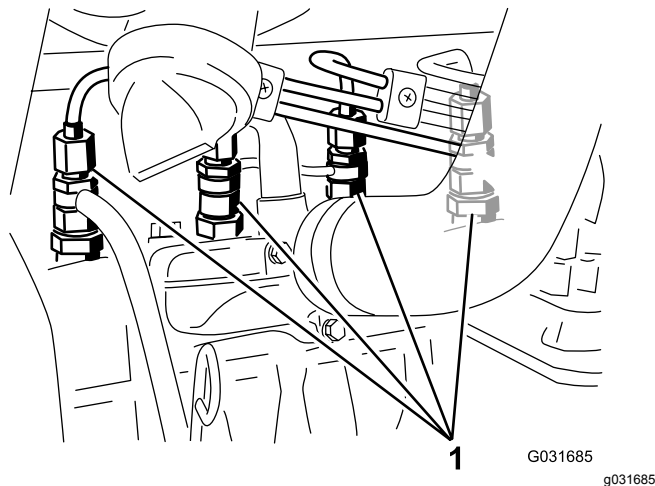

Рисунок 43
1. Ослабьте соединение трубки к соплу № 1 и держателю в сборе (Рисунок 43).